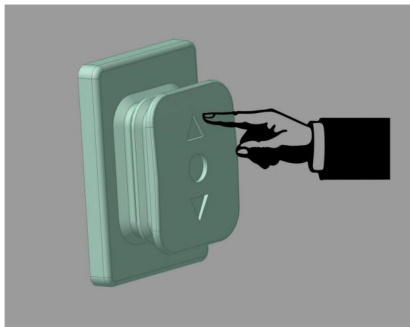

Figure E1
1. Appuyez sur l'interrupteur de commande du fil et maintenez-le enfoncé pour ouvrir ou fermer électriquement le pare-soleil, puis relâchez l'interrupteur pour arrêter. Lorsque le pare-soleil est complètement ouvert ou fermé, le moteur s'arrête automatiquement. (Figure E1)